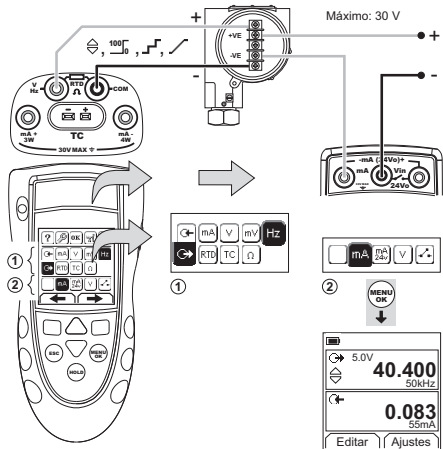

**Figura 9: Ejemplo de configuración: Medición/simulación de los valores de temperatura (°C/°F) o de mV de un TC**
Conecte los cables del termopar al miniconector del termopar adecuado (Figura 9). La patilla más ancha es el polo negativo. A continuación, conecte el conector al instrumento.
1. Conecte el instrumento (Figura 9) y, si es necesario, ajuste la opción Configurar (Tabla 1).